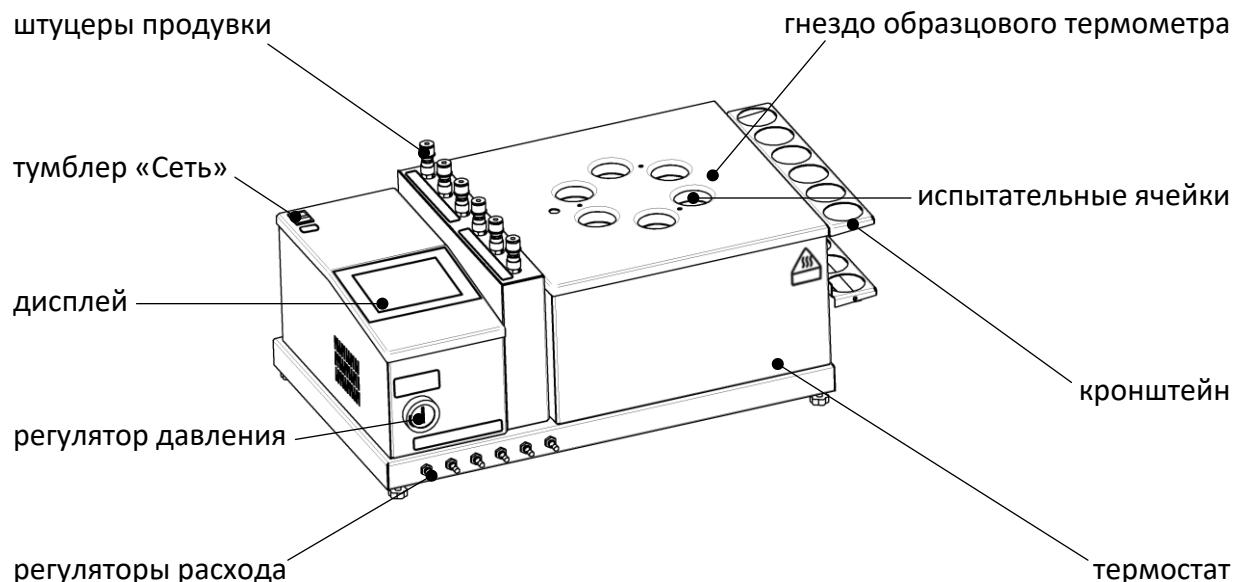

Рисунок 1 – Общий вид аппарата
3.3.1 Подключить аппарат к сети питания, включить его тумблером «Сеть» (рисунок 1 на странице 3).
Расход воздуха	текущий расход воздуха в испытательных сосудах: «х» - продувка сосудов отключена. «сосуд откл.» - продувка включена, сосуд не подключён к штуцеру (рисунок 1 на странице 3), либо расход ниже 0,5 л/ч. «3.0» - расход в рабочем диапазоне; приведено условное значение расхода, настраивается регуляторами (рисунок 1 на странице 3).
Продувка испытательных сосудов после включения аппарата отключена, поэтому расход в сосудах не показывается. Если требуется настроить расход до начала испытания, необходимо включить продувку кнопкой [Продувка] и подключить трубы продувки сосудов к штуцерам (рисунок 1 на странице 3), после чего настроить расход регуляторами (рисунок 1 на странице 3) следующим образом:
4.5.2 Установить испытательные сосуды в ячейки термостата и подключить их к штуцерам продувки (рисунок 1 на странице 3). При испытании по ГОСТ 18136 (короткие сосуды) под сосуды установить подставки из комплекта поставки.